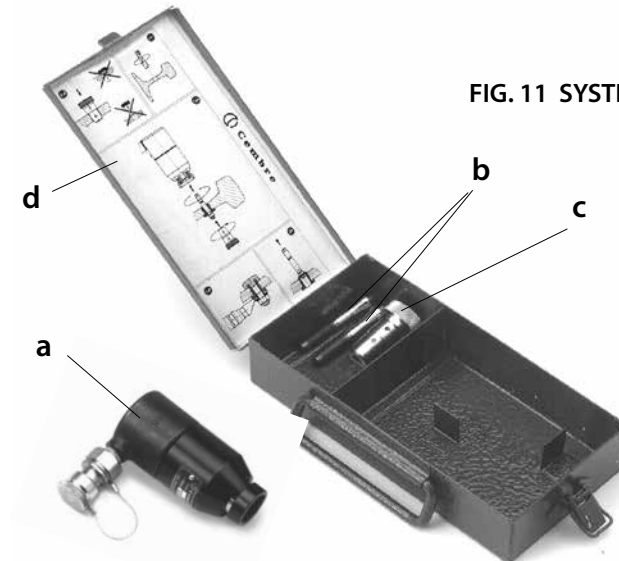

FIG. 11 SYSTEM RHTEP...
6. SYSTEM "RHTEP..." (Siehe Bild 11)